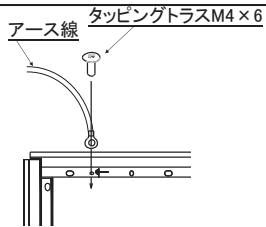
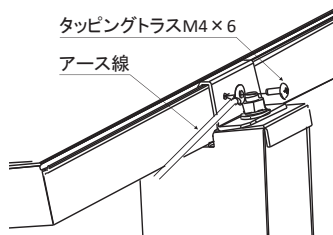

図4-1. アルミ枠での架台のアース接続例
図4-4. 折板屋根での架台のアース接続例
④一番棟側で、モジュール押え金具にタッピングトラスM4×6でアース接続してください(図4-4参照)。なお、モジュールE枠のアース用ボルト穴を使ってアース接続することもできます(図4-1参照)。